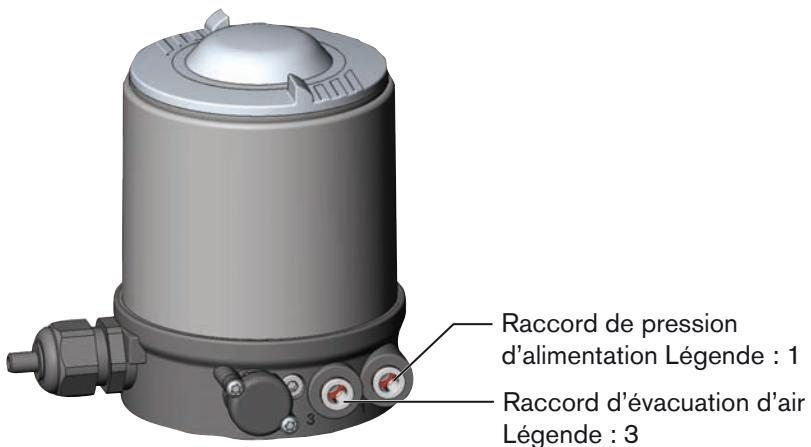

Figure 18 : *Raccordement pneumatique*
- Raccorder le fluide de commande au raccord de pression d'alimentation (1) (3 ... 7 bars ; air d'instrument, exempt d'huile, d'eau et de poussières).
- Monter la conduite d'évacuation d'air ou un silencieux sur le raccord d'évacuation d'air (3) (voir « *Figure 18 : Raccordement pneumatique* »).